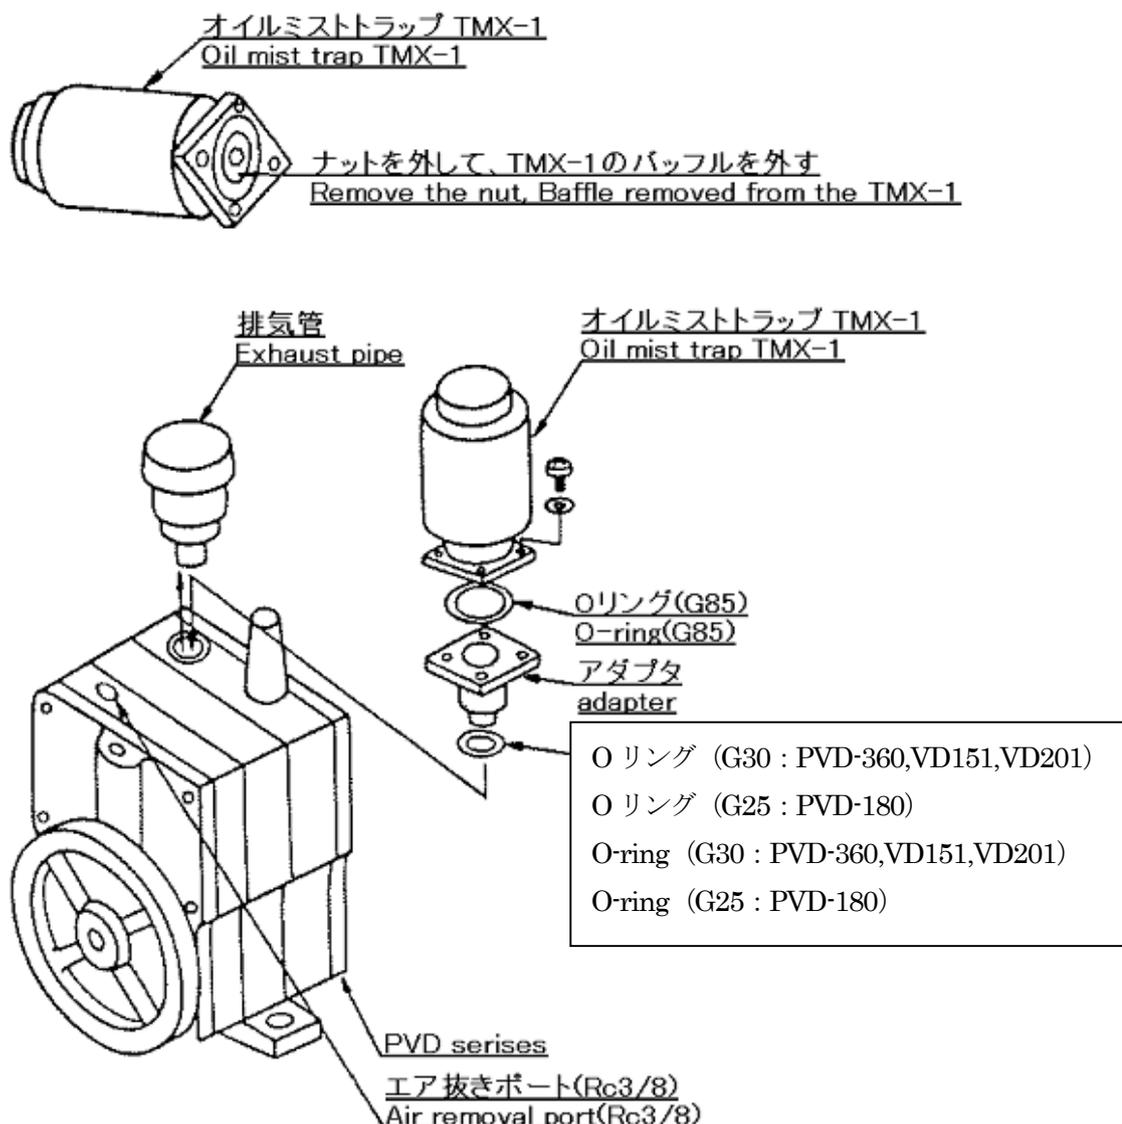

図 14 PVD 型ポンプ、VD151、VD201 への取り付け図
3. 2. 2 PVD 型ポンプ、VD151、VD201 に取り付ける時 (図 14 参照)